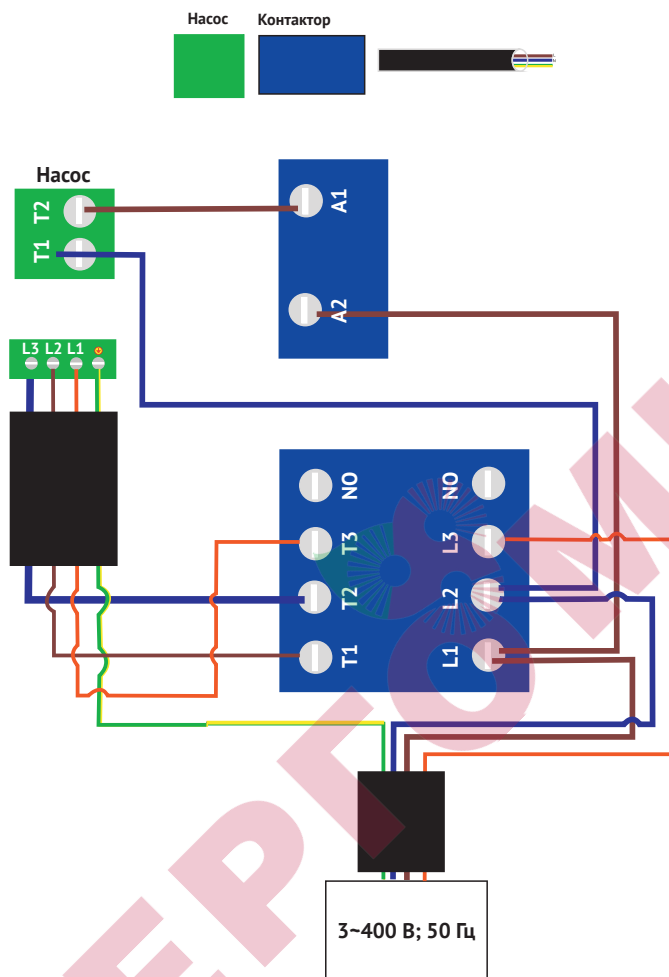

Рисунок 8 – Подключение термовыключателя насоса PF3
*Подключение насоса PF3 (см. рисунок 8)*